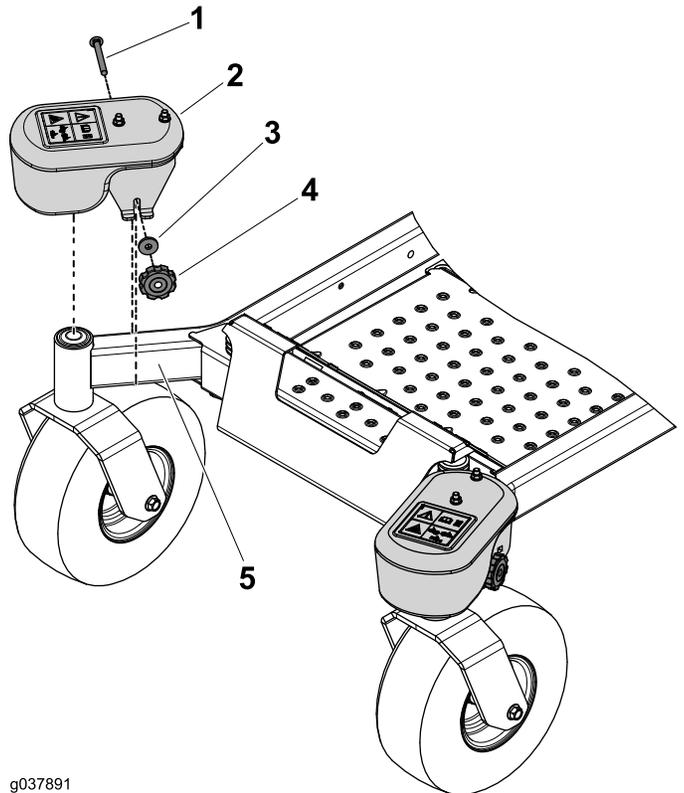

Figure 9
- Fixez une masse à chaque bras de roue pivotante avec le bouton, la rondelle et un boulon de carrosserie ($\frac{3}{8}$ " x $3\frac{1}{2}$ ") (Figure 9).